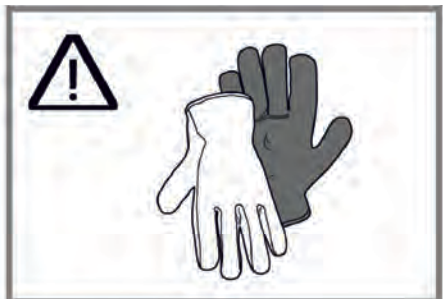

Fig. 11
- Det kan finnas skarpa kanter, därför rekommenderas användning av skyddshandskar vid montering.(Fig. 11).